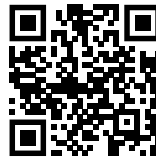

Fig. 98
- ▶ Öffnen Sie das Liebherr SmartMonitoring Dashboard. (siehe Fig. 98)